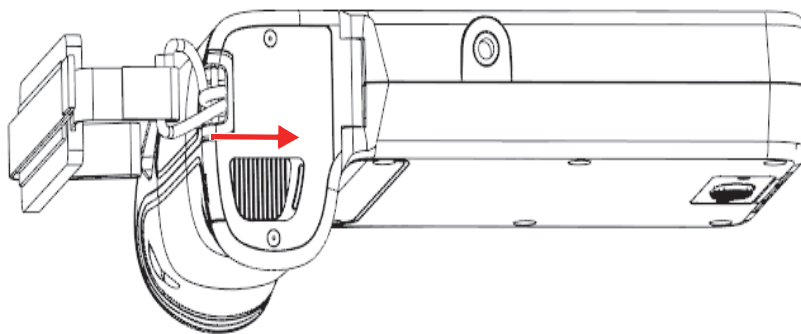

Figura 4-1 Botão de liberação da tampa do compartimento da bateria
1. Segure o EPOCH 6LT de modo que a tampa do compartimento da bateria fique voltada para cima, como mostrado na Figura 4-1 na página 45.